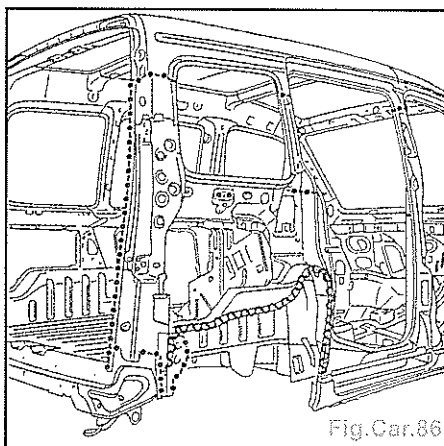

Fig.Car.86
- Redresser les bords d'accostage et les protéger par un apprêt soudable (Fig. Car.86).